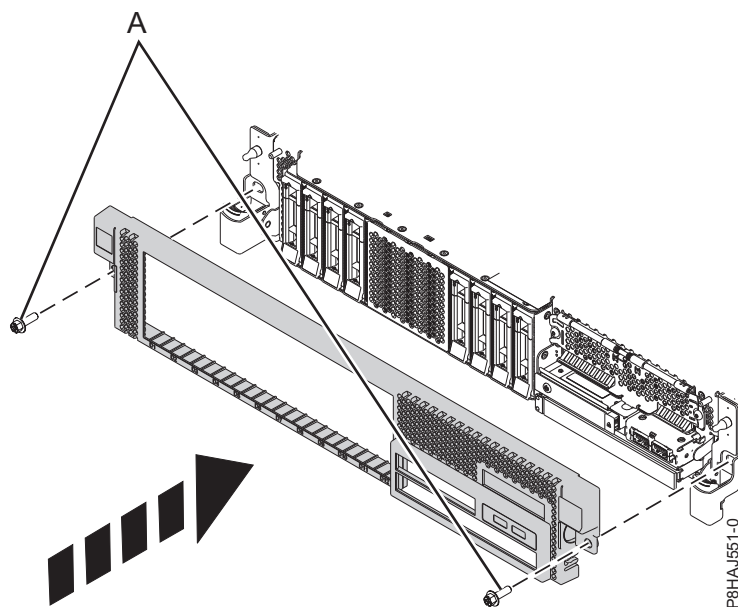

Figura 14. Instal·lació de la coberta frontal
3. Tanqueu els pestells d'alliberament empenyent-los en la direcció que mostra la Figura 14 a la pàgina 33. La coberta queda fixada al seu lloc i té un sagnant des d'on es pot retenir més fàcilment.
4. Substituïu els cargols de muntatge (A).